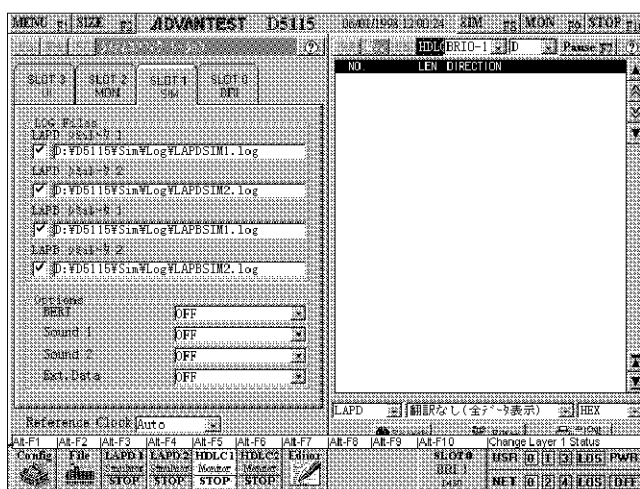

図 3-13 アクティブ表示の切り換え
(1) キーボード操作
- **Alt** を押すと、図 3-13 のように機能モジュールアイコン表示領域上部に **Alt - F1** から **Alt - F10** までが表示されます。任意の機能モジュールをアクティブにするためには、**Alt** を押しながらこの表示に対応したファンクション・キーを押します。
(2) マウス操作